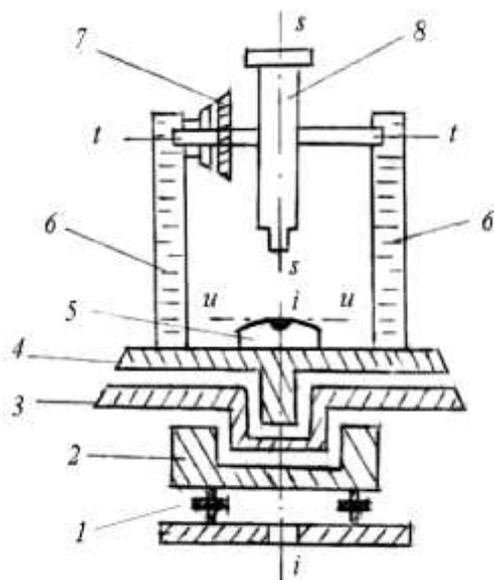

Рисунок 1. Схема устройства теодолита: *ii* – ось вращения алидады; *tt* – ось вращения трубы; *ss* – визирная ось трубы; *uu* – ось уровня алидады.
**Устройство теодолитов.** Принципиальная схема устройства теодолита показана на рис. 1. В отверстие подставки 2, опирающейся на три подъёмных винта 1, входит ось вращения лимба 3, в которую в свою очередь входит ось алидады 4.